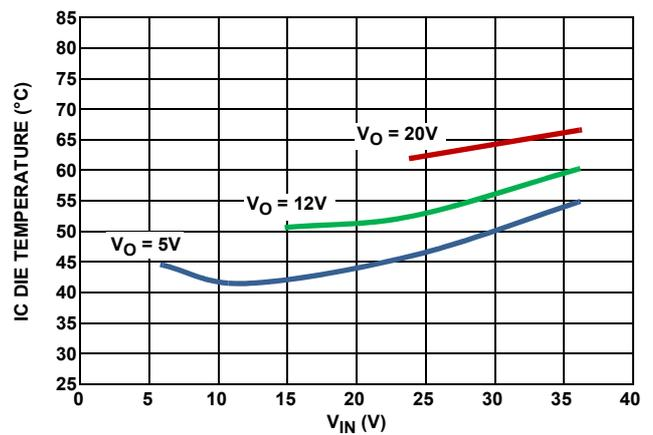
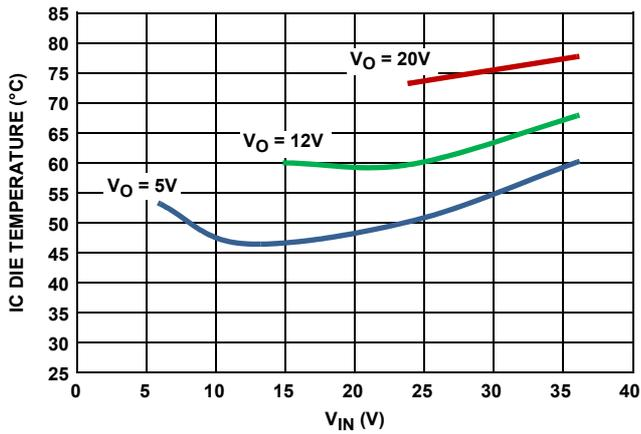

図 10. 周囲温度 +25°C のときの IC ダイ温度、静止大気、 $500kHz$ 、 $I_O = 2.0A$
図 11. 周囲温度 +25 °C のときの IC ダイ温度、
- 放熱の観点では、IC 内部の電力損失によって、ダイ温度が +125 °C を超えないようにしなければなりません。異なる条件で動作させた本 IC の発熱特性を図 10 と図 11 に示します。
V_{IN} 範囲をパラメータとして、+25 °C の静止大気条件での 2A 出力と 2.5A 出力アプリケーションのダイ温度特性を図 10 ~ 11 に示します。異なる周囲温度あるいは異なる動作条件でのダイ温度は、両方の図に示した温度上昇データを用いて概算してください。ただし、周囲温度が高いほど r_{DS(ON)} も増加して導通損失が大きくなり、温度上昇がより大きくなる点に注意してください。